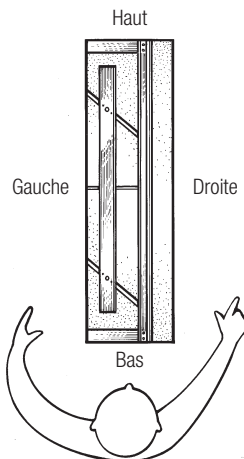
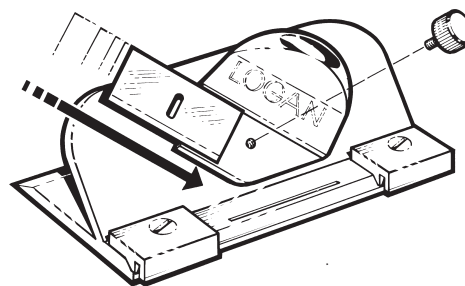

Fig. 2
Fig. 3
3. Placez la lame sur le support de lame, le bord coupant vers le bas et faites glisser la lame jusqu'à ce que le coin de la lame s'insère dans la fente et le trou de la lame coïncide avec le trou du support de lame (Fig. 2) (Fig. 3).